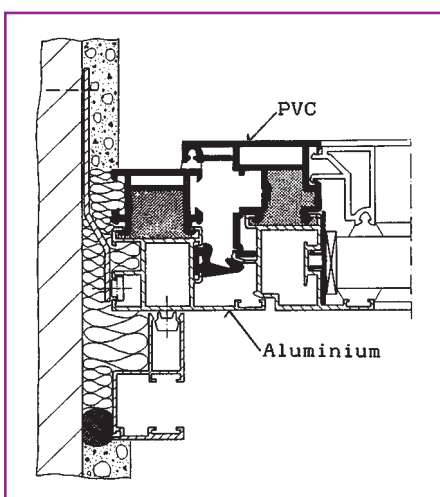

Bild 10: Kunststoff-Alu-Verbindung
- Alu-Profil (außen wegen der Stabilität und dem passenden Aussehen) (Bild 10).